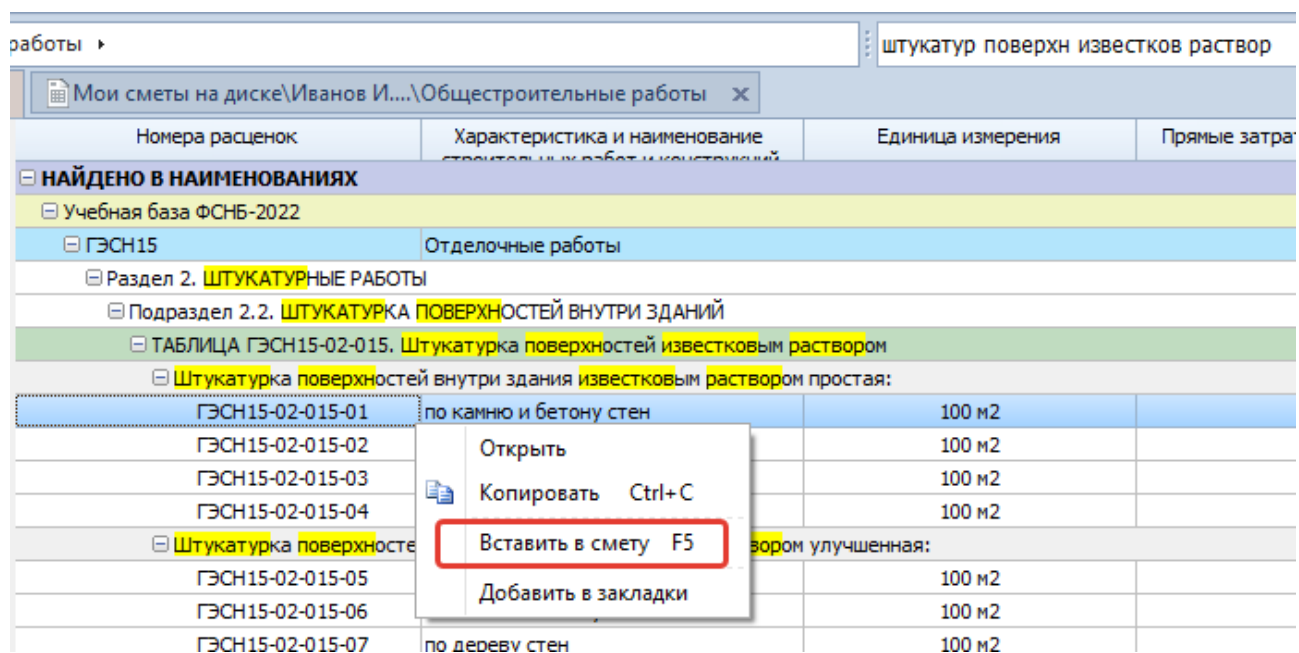

Рисунок 4.1. Добавление новой позиции в смету (контекстное меню)
- Нажмите кнопку . В правой части экрана будут показаны нормы или таблицы, в названии которых фигурирует искомая фраза. Они будут выделены **желтым цветом** (рис. 4.1). В данном случае только работы из сборника ГЭСН15 Отделочные работы.
- Щелкните правой кнопкой мыши по найденной позиции. На экране появится контекстное меню нормы (рис. 4.1).